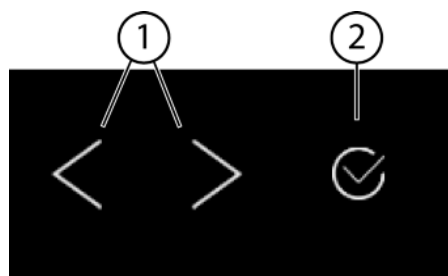
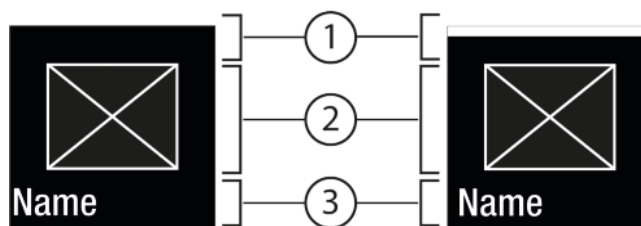
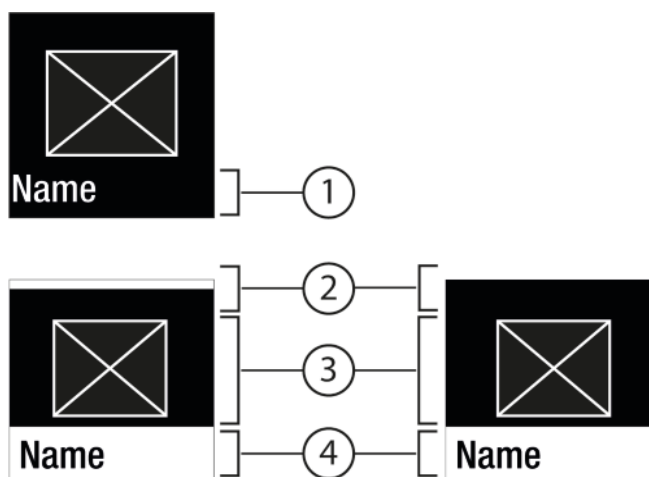

Fig. 5
Fig. 6
Fig. 7
- (1) Strzałka nawigacyjna lewa / prawa (2) Potwierdzenie
Strzałka nawigacyjna lewa / prawa Fig. 5 (1):
Potwierdzenie Fig. 5 (2):
- Nawigować przy pomocy strzałki nawigacyjnej w lewo / prawo Fig. 5 (1).
- Przy pomocy potwierdzenia Fig. 5 (2) aktywować Fig. 6 (1) / dezaktywować Fig. 6 (1) funkcję / ustawienie.
- Wywołać podmenu Fig. 5 (2) przy pomocy potwierdzenia Fig. 7 (4).
- Ustawić nowe wartości: Przy pomocy potwierdzenia Fig. 5 (2) wybrać dezaktywowaną wartość Fig. 6 (1).
- Powrót do menu: Przy pomocy potwierdzenia Fig. 5 (2) wybrać już aktywowaną wartość Fig. 6 (2).
- ▶ Strzałki nawigacyjne Fig. 5 (1) przyciskać tak długo, aż wyświetli się funkcja.
- ▶ Nacisnąć Potwierdzić Fig. 5 (2).
- ▶ Przy pomocy strzałki nawigacyjnej Fig. 5 (1) wybrać wartość ustawienia.
- ▷ Na krótko pojawia się w podmenu Fig. 7 (4) Status: aktywowano Fig. 6 (1).
- ▶ Strzałki nawigacyjne *Fig. 5 (1)* przyciskać tak długo, aż wyświetlą się ustawienia .
- ▶ Nacisnąć Potwierdzić *Fig. 5 (2)*.
- ▶ Strzałki nawigacyjne *Fig. 5 (1)* przyciskać tak długo, aż wyświetli się żądane ustawienie.
- ▶ Przez 3 sekundy przycisnąć potwierdzenie *Fig. 5 (2)*.